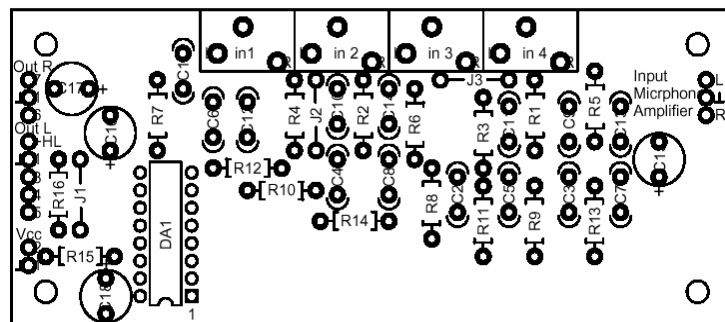

Рис.3 Схема расположения элементов
- отформуйте выводы элементов и установите их на плате в соответствии с монтажной схемой (рис.3);